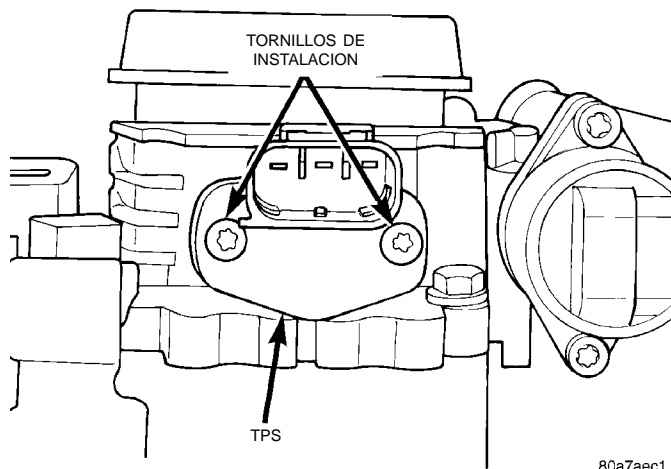

Fig. 69 Tornillos de instalación del TPS—Motor de 4.0L
- (1) Desconecte el conector eléctrico del TPS.
- (2) Retire los tornillos de instalación del TPS (Fig. 69).
- (3) Retire el TPS.